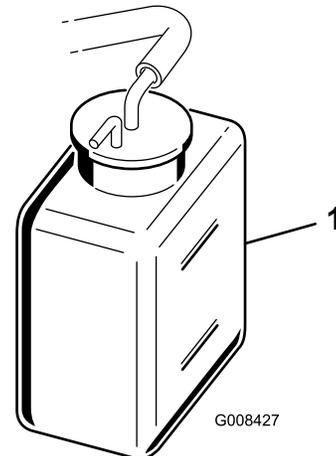

图31
2. 检查冷却液液位（图31）。发动机冷却时，液位应介于备用水箱的上下两条线之间。